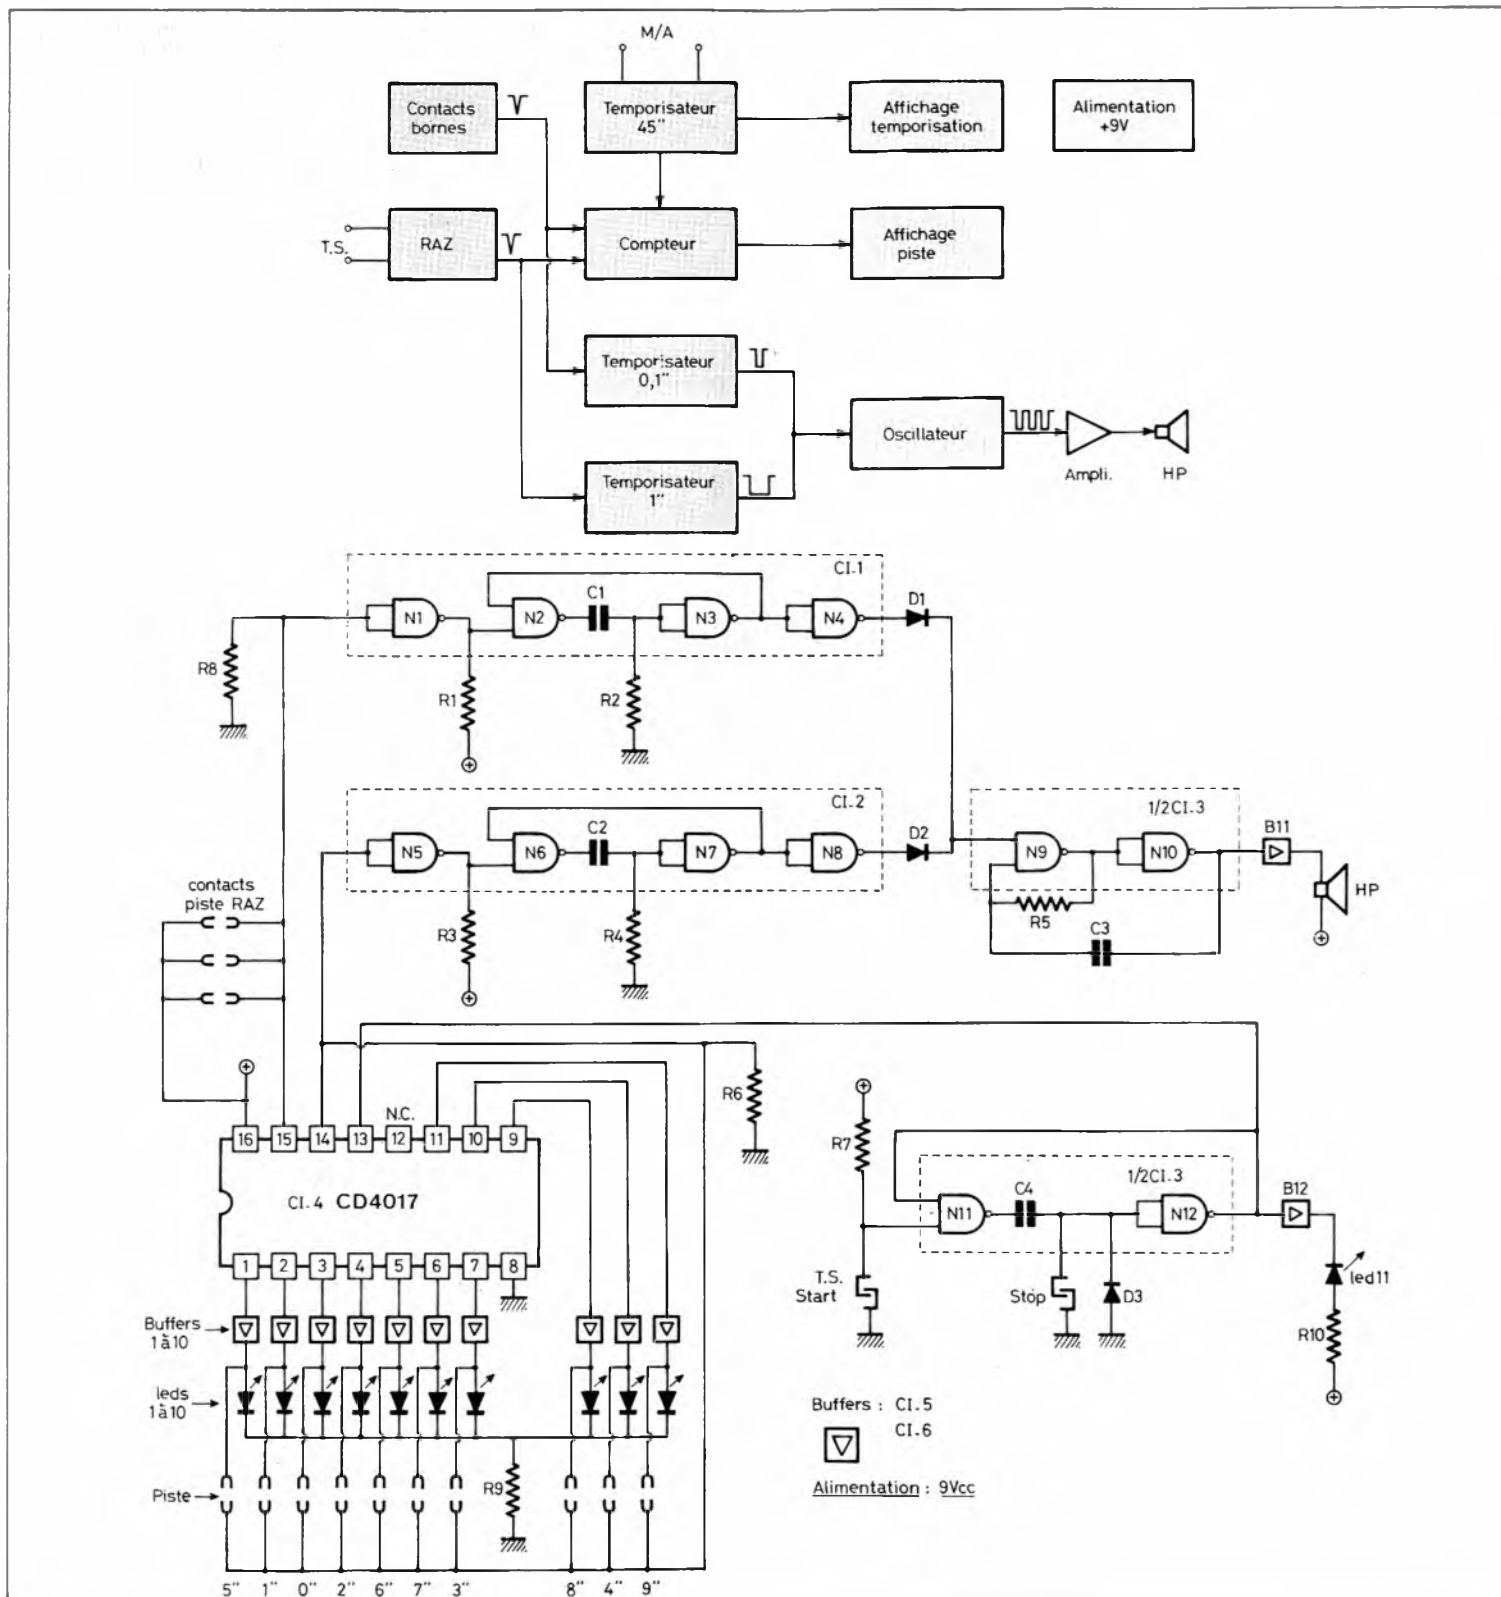

Fig. 1. et 2. - Le schéma synoptique permet de mieux se rendre compte du principe de l'ensemble. Le montage est essentiellement construit autour d'un CD 4017.
I. Principe de base (figure 1)